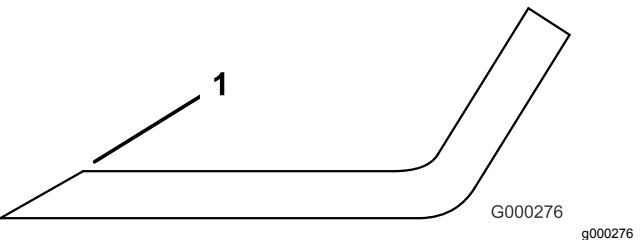

Рисунок 75
- Заточите режущие кромки на обоих концах ножа (Рисунок 75).